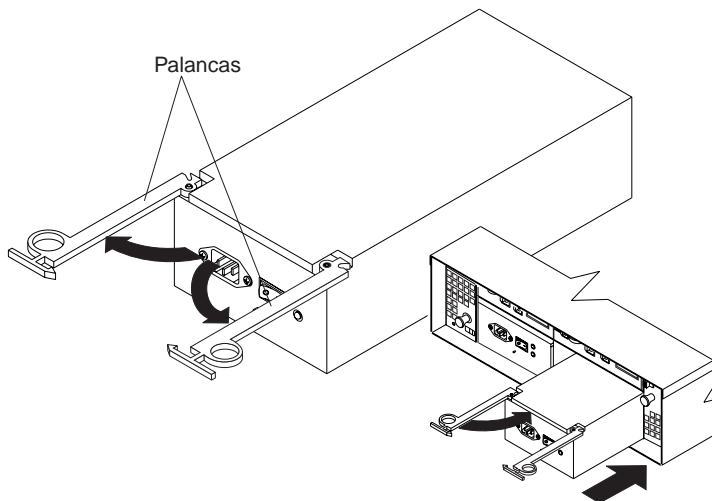

Figura 12. Sustitución de una CRU de la fuente de alimentación
1. Deslice una fuente de alimentación en la unidad de expansión. Asegúrese de que se ha tirado de las palancas cuando deslice la fuente de alimentación en la unidad de expansión, tal como se muestra en la Figura 12 en la página 20.